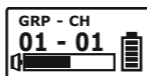

Bild 8
- (A) Die Kanalgruppe und der Sendekanal werden am Empfänger eingestellt und über die ACT-Funktion an den Sender übermittelt. Am Sender kann diese Einstellung nicht verändert, sondern nur angezeigt werden.
- (B) Drücken Sie so oft die MODE-Taste bis im Display GRP CH erscheint., Bild 8.